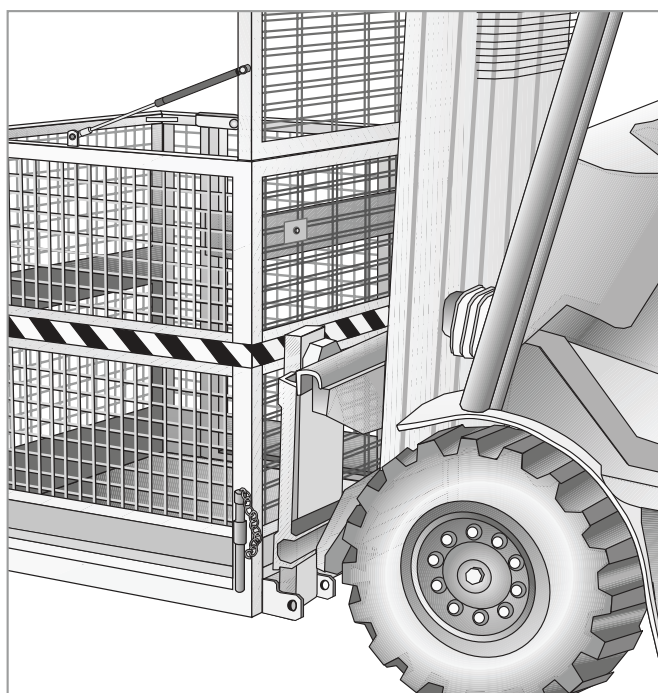

Fig. 5.2.4
- Infilare il perno di sicurezza in modo che la forza sia contenuta tra il perno stesso ed il cestello (**fig. 5.2.4**).